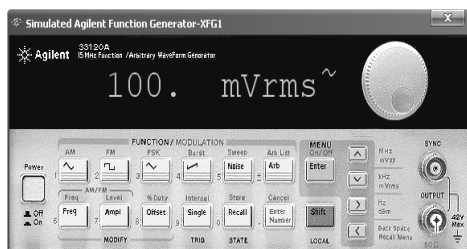

图 5-109 输出信号幅值在面板显示
5) 举例。要求输出正弦波的表达式为 $y=[100\cos(2\pi+50kt)+100]\text{mv}$ 。具体操作如图 5-109~5-112 所示。